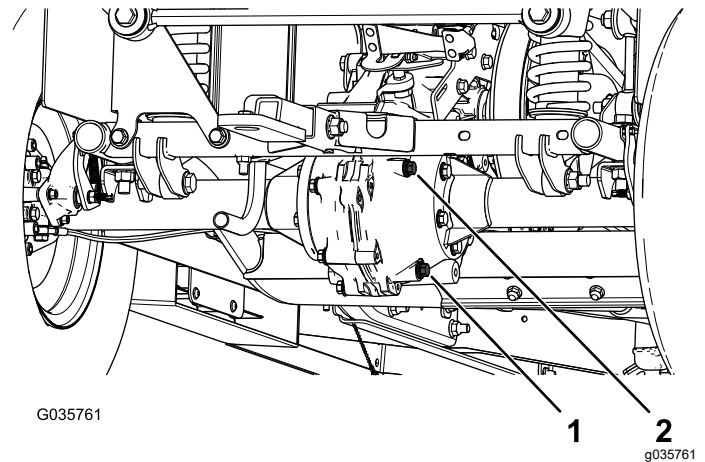

图 59
4. 卸下驱动桥上的加注塞 图 59。
5. 如果液位过低应卸下加注塞添加指定液体直至其溢出加注孔 图 59。
1. 对齐排放塞下的排放盘图 59。
2. 取下加注塞和密封件图 59。
3. 拔掉排放塞和密封件让液体完全排出图 59。